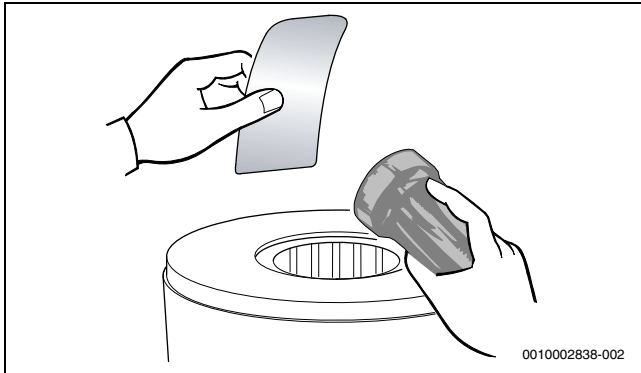

Bild 128 Wärmeblock auf Rückstände prüfen
- ▶ Wärmeblock erneut auf Rückstände prüfen (→ Bild 128).